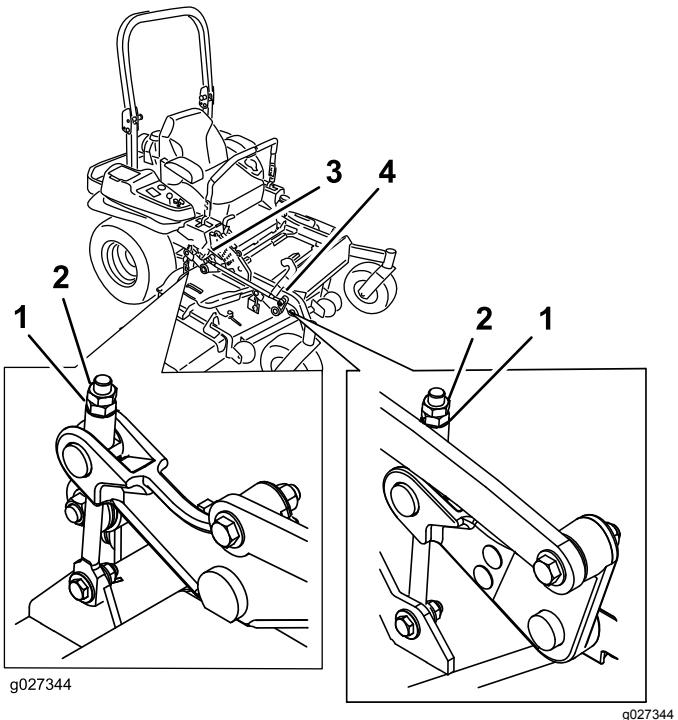

Figure 91
- 10. Ajustez précisément le serrage de l'écrou de réglage sur l'ensemble de levage du tablier avant (Figure 91).
16. Ajustez précisément la vis de réglage en la tournant jusqu'à obtention d'une hauteur de 8,3 mm (3,25 po) (Figure 91). Tournez l'écrou de réglage dans le sens horaire pour augmenter la hauteur et dans le sens antihoraire pour la diminuer.